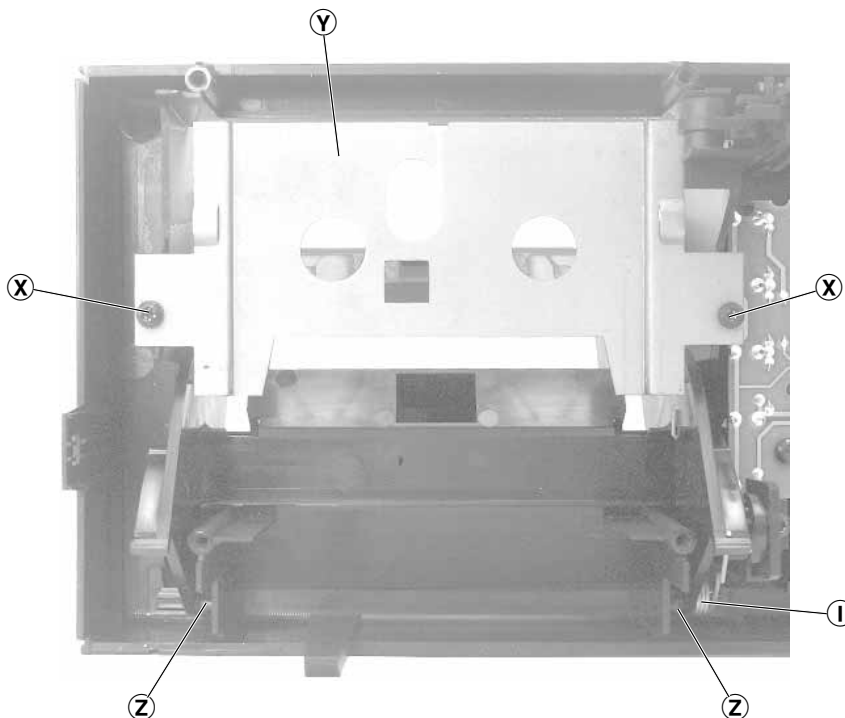

Fig. 19
- 2 Schrauben (X) (Fig. 19) herausdrehen und Abdeckblech (Y) abnehmen.
- Cassettentürführungen (Z) (Fig. 19) aushängen und die Tür vorsichtig nach hinten herausnehmen.
- Achten Sie dabei auf die Drehfeder (I).
- Undo 2 screws (X) (Fig. 19) and remove the metal plate (Y).
- Detach the guides of the cassette compartment lid (Z) (Fig. 19) and take it out carefully towards the rear.
- Take care of the torsion spring (I).